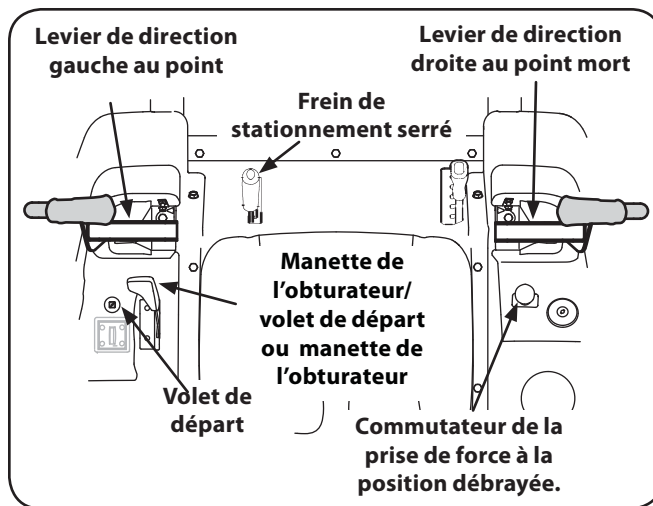

Figure 5-1
- Serrez le frein de stationnement. Voir la Figure 5-1.
- Vérifiez que le commutateur de la prise de force est à la position « Débrayée ». Voir la Figure 5-1.